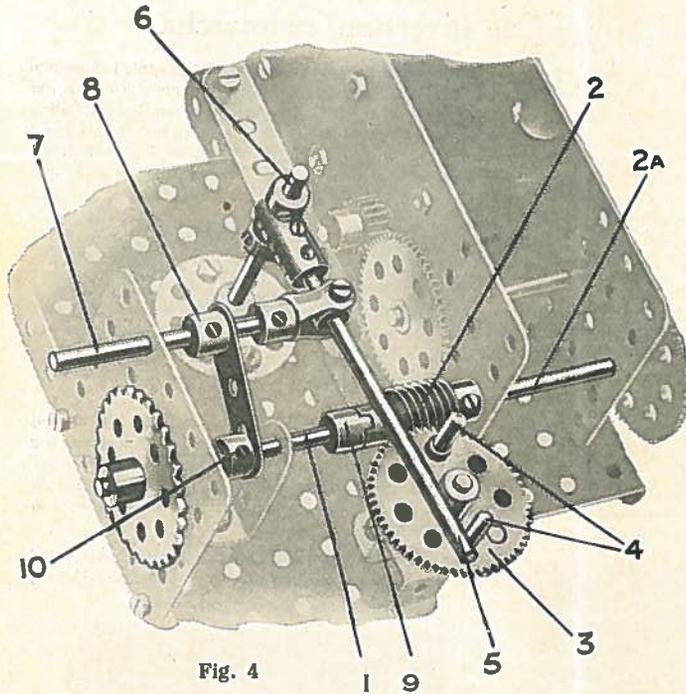

Fig. 4
Sirve la disposición que se ilustra en Fig. 4 para convertir un movimiento rotativo continuo, en movimiento rotativo intermitente. La Varilla (1) es el árbol secundario. La transmisión del Motor se conduce por cualquier medio conveniente, á un Engranaje sin fin (2) que entra en juego con una Rueda Dentada de 57 dientes, (3) en la cual se establecen dos Clavijas Roscadas (4).